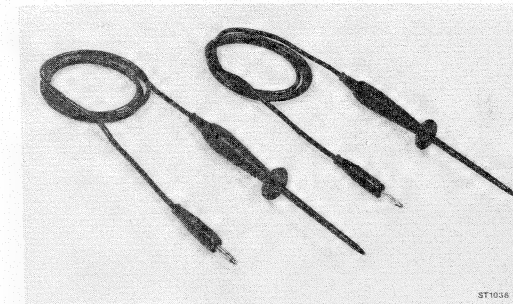

Fig. 2
- Câble de mesure PM 9260 (Fig. 2 page 34)